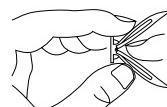

Figure 16 - Pliage de la cheville
2. Repliez la cheville comme l'indique la figure 16.